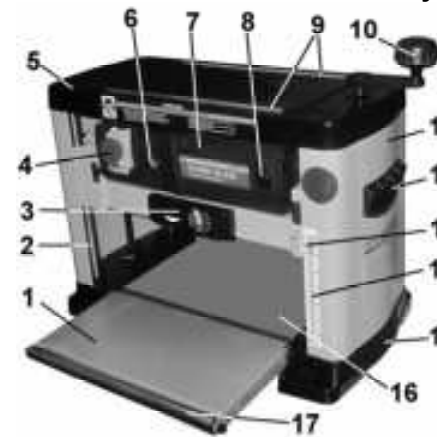

Рис. 2
9. УСТРОЙСТВО МАШИНЫ И ОРГАНЫ УПРАВЛЕНИЯ, Рис. 2÷4
10.4. Юстировка роликов удлинителей стола, Рис. 2÷ 7.
11.1. Магнитный пускатель и тепловой прерыватель, Рис. 2; 7.
11.2. Предварительное строгание, Рис. 2÷4.
Ручкой (10), Рис.2, по указателю (13) на шкале (14) установите положение, соответствующее максимально толстому участку заготовки, после чего установите глубину строгания.
11.2.3. Заготовку подавайте обработанной (фугованной) стороной вниз по поверхности рабочего стола (16) со стороны переднего удлинителя стола (1) до момента захвата заготовки протяжными роликами (автоматическая подача); по необходимости поддерживайте заготовку, не форсируя и не замедляя скорость прохождения заготовки, Рис.2.
11.3. Регулировка размера строгания и установка указателя шкалы, Рис. 2; 8÷10.
11.4. Чистовое строгание и дополнительные операции (Рис. 2)
На верхнем кожухе машины для облегчения возврата предварительно обработанной заготовки на исходную позицию для повторного прогона предусмотрены дополнительные съёмные металлические ролики (9), Рис. 2.